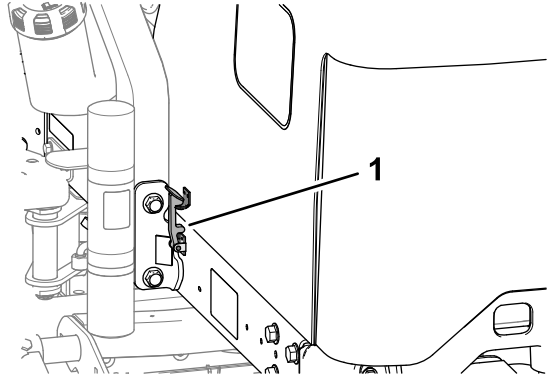

Bild 53
2. Klappen Sie die Motorhaube nach oben und hinten (**Bild 53**).